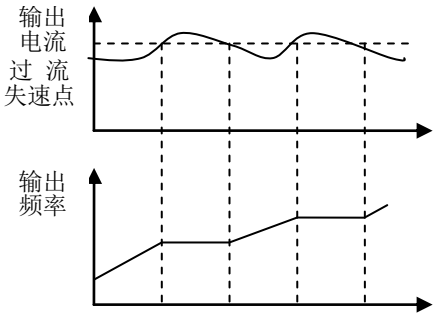

图 6-34 加速运行中过流失速控制
- 变频器在加速过程中，当变频器加速过快或所带负载过大时，电机电流会超过变频器的过流失速值，此时，变频器就会延长加速的时间或停止加速，直到电流低于变频器过流失速值的一定值时，变频器继续加速。如图 6-34 所示。